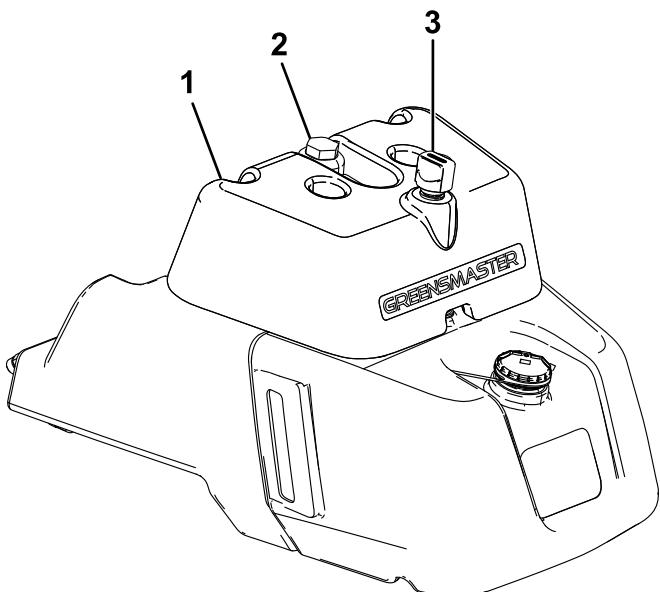

Figure 41
- Si le réservoir comporte un regard, contrôlez le niveau d'huile par le regard (Figure 41), puis passez à l'opération 5.